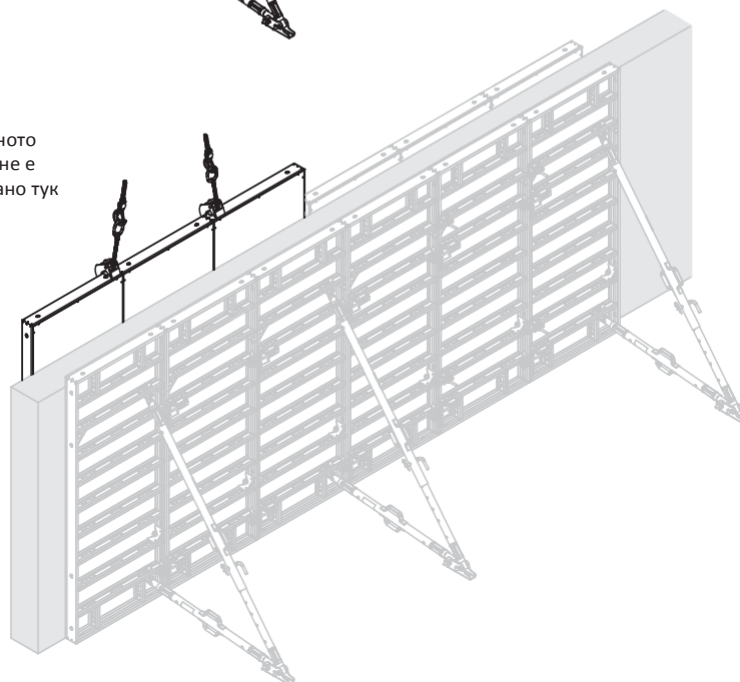

Fig. A2.07
1. Монтирайте куките и ги закачете за крана. (Fig. A2.07)